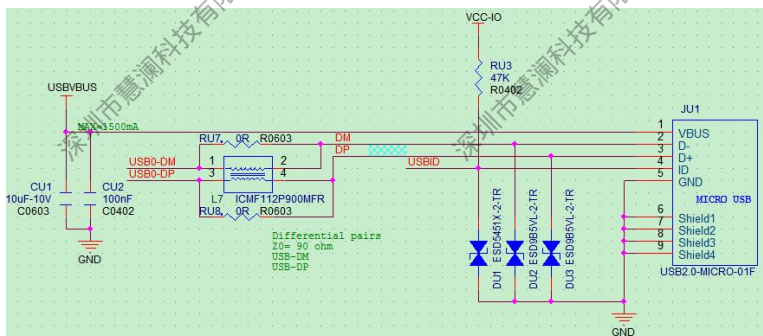

图 2-31 USB0 电路设计
- USB D+/D- 上推荐预留共模电感，可以与 0R 电阻共 LAYOUT，便于 EMI 测试整改。如图 2-31。